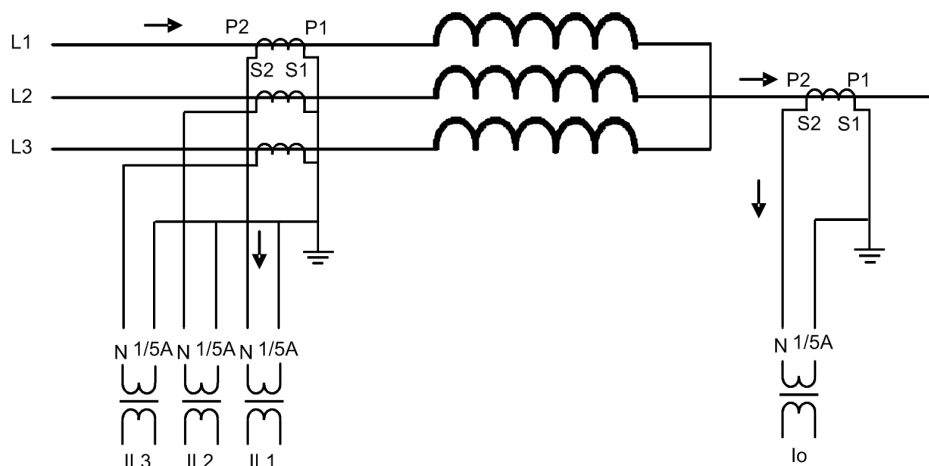
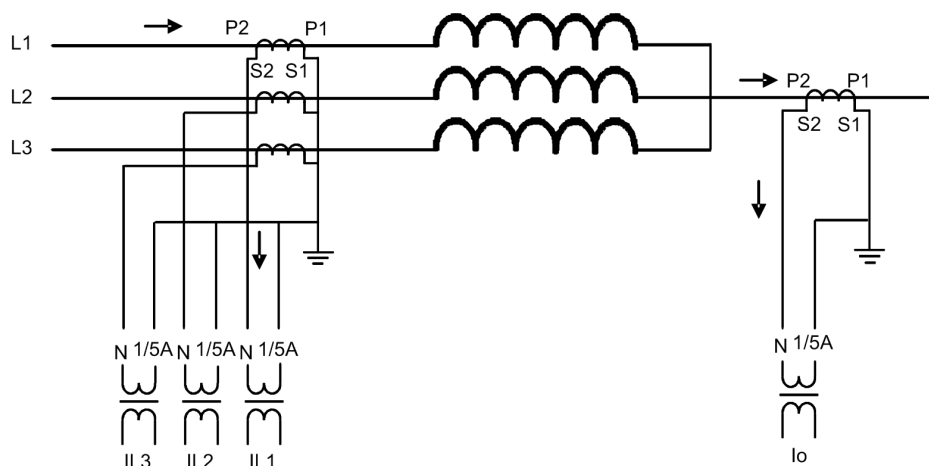

図 281: タイプ 2 の電流変圧器の接続相電流と中性点電流は、外部の地絡状態では同じ方向になります。位相接地は内側にあり、中性点接地は保護エリアの外側にあります。
図 282: タイプ 2 の電流変圧器の接続相電流と中性点電流は、外部の地絡状態では同じ方向になります。位相接地は外側にあり、中性点接地は保護エリアの内側にあります。
- 巻線 1 と巻線 2 の保護リレー電流の正方向が同じである場合、CT 接続タイプの設定パラメータはタイプ 2 になります。「タイプ 2」の接続例は、図 281 と図 282 のとおりです。